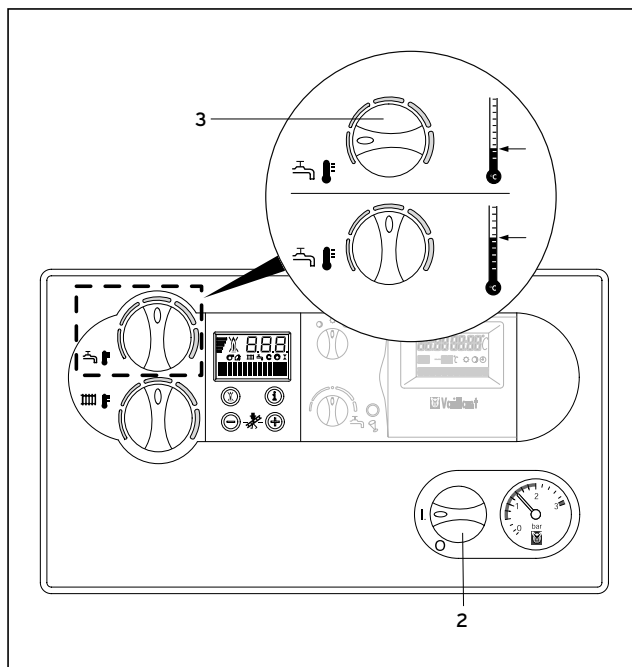

Рис. 3.10 Нагрев воды при помощи VC-
3.4.1 Нагрев горячей воды (рис. 3.10)